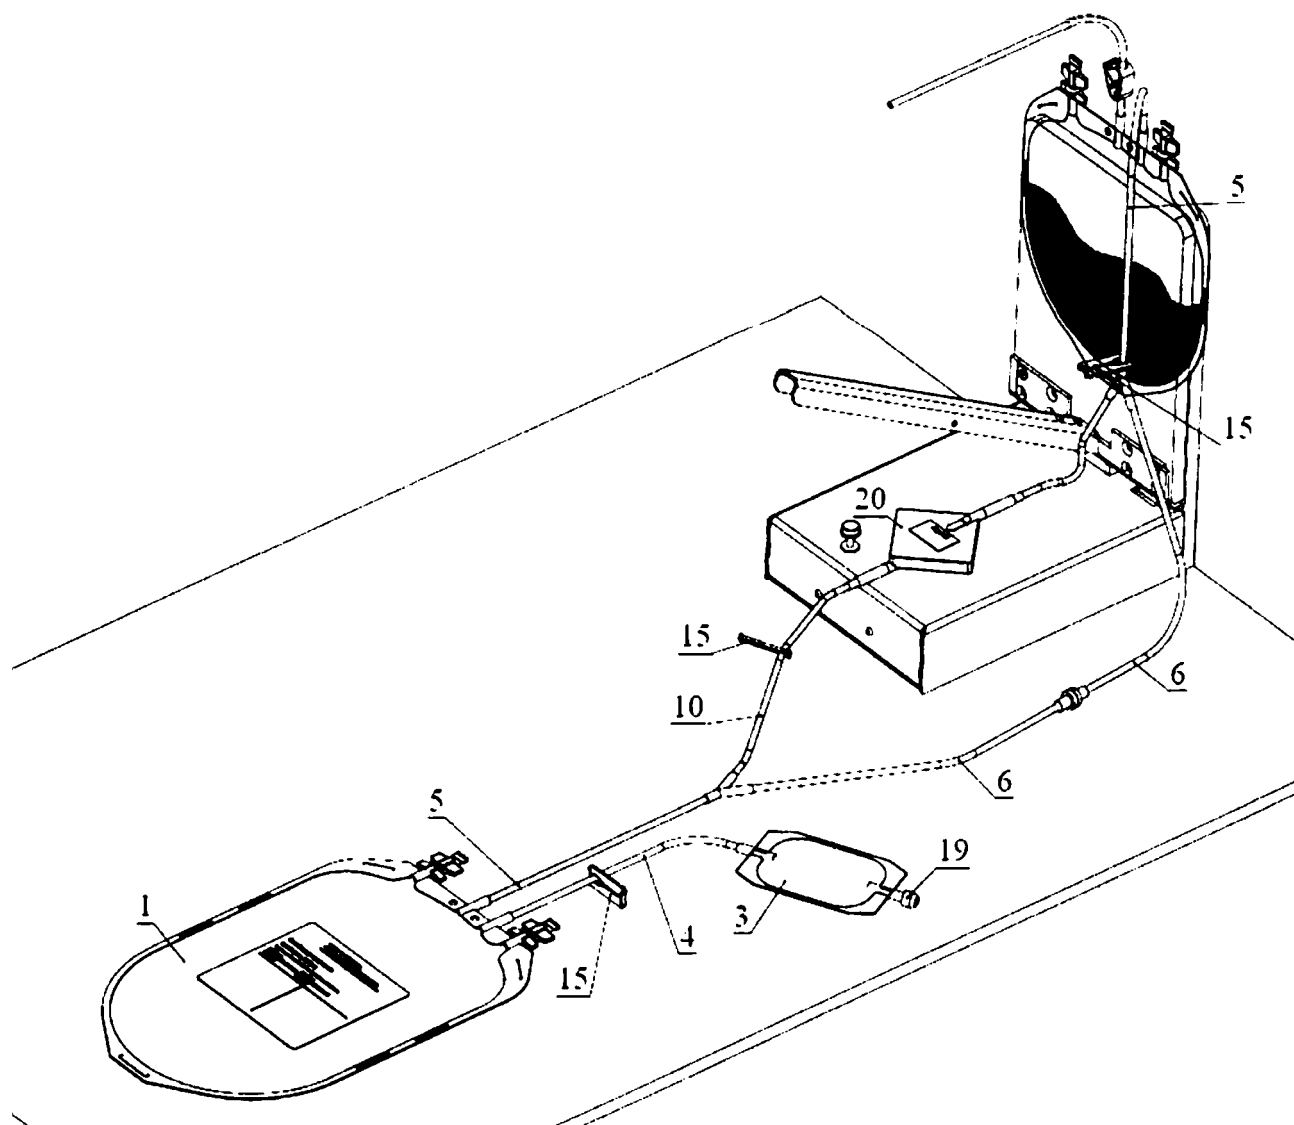

Рис. 10 Схема размещения Контейнера с пулированным ЛТС в плазмэкстракторе
После центрифугирования осторожно поместите контейнер с пулированным ЛТС в плазмэкстрактор (рис. 10), подайте давление и откройте зажимы (15) на трубке (5) и (10).